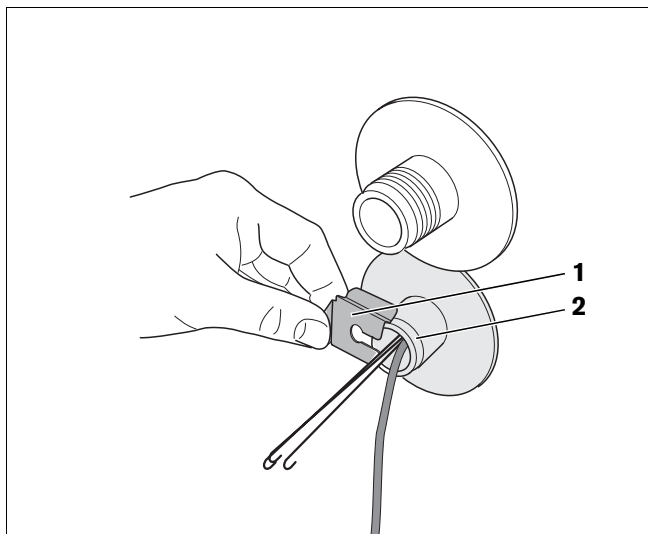

Fig. 9 Monter l'arrêt de sécurité de la sonde
- Glisser l'arrêt de sécurité (fig. 9, **pos. 1**) par le côté sur le doigt de gant (fig. 9, **pos. 2**).